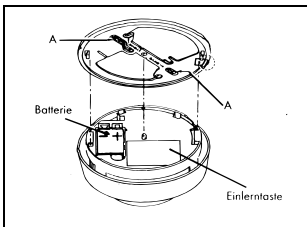

BILD 28: Funk-Rauchmelder
2. Batterie in der gekennzeichneten Polarität einsetzen, bis Batterieanschlußklemmen spürbar einrasten (siehe Bild 28). Achtung: Auf korrekte Polung achten.